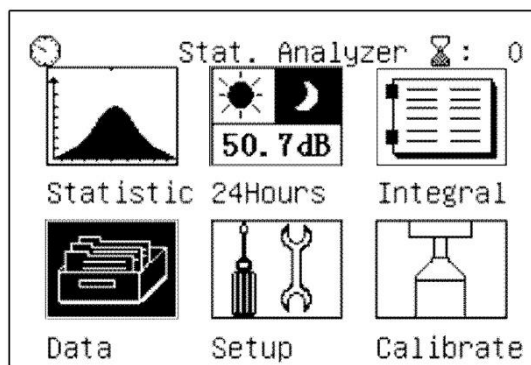

Fig. 39: Selecção da modalidade de visualização dos dados em memória
1. Seleccionar o ícone “Data” dentro de qualquer modalidade de medição (ver Fig. 39) e confirmar com “”